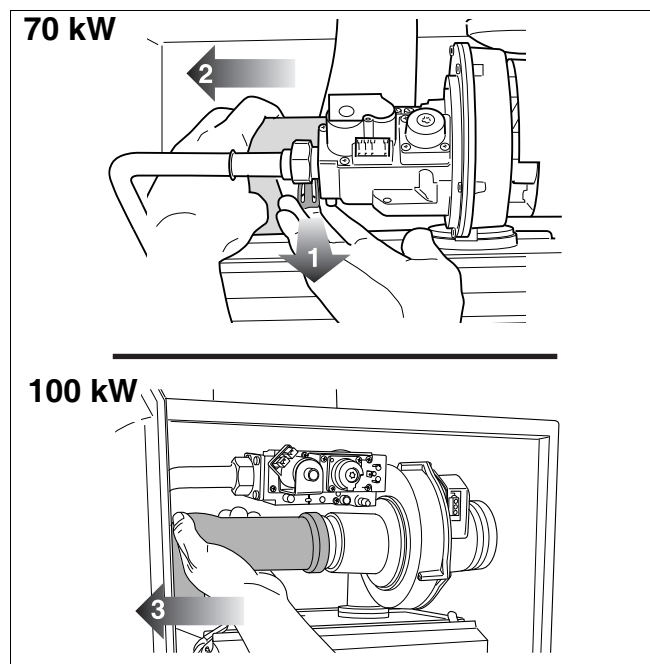

Fig. 79 Verwijder de luchtaanzuigbuis van de ventilator
- Neem de luchtaanzuigbuis van de ventilator los (→ fig. 79).